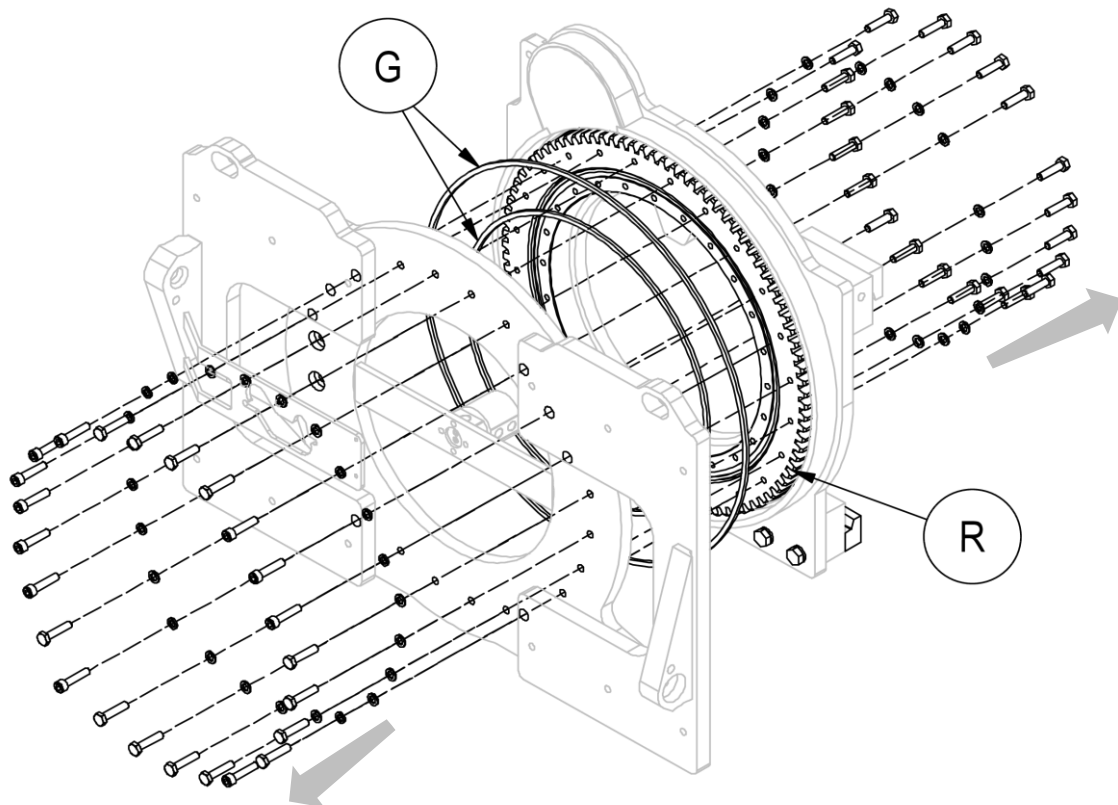

Figure 33
5. Retirer la partie avant du corps tournant, en s'assurant de soutenir de manière adéquate toutes les pièces afin de pouvoir effectuer l'opération en toute sécurité (voir *Figure 33*).
6. Pour pouvoir retirer la crapaudine **R**, il est nécessaire de retirer aussi les vis de la partie arrière de l'équipement (voir *Figure 33*).